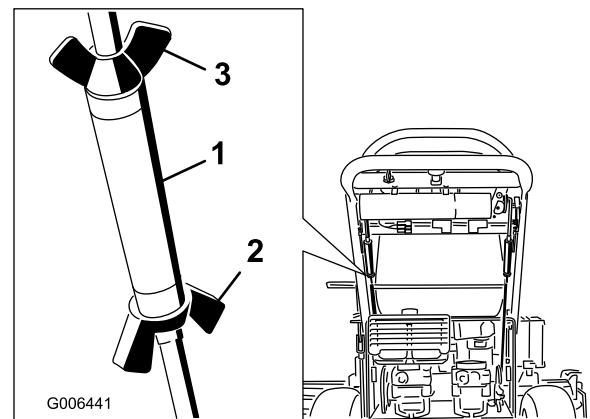

Bild 45
2. Lösen Sie die Flügelmutter an der rechten Steuerstange und drehen Sie die Spannschraube rein oder raus, um sicherzustellen, dass der Steuerhebel in der arretierten Neutral-Stellung zentriert ist. Befestigen Sie die Spannschraube mit der Flügelmutter (Bild 45).
3. Lösen Sie die Flügelmutter an der linken Steuerstange und drehen Sie die Spannschraube hinein oder heraus, um die Spurweite zu verstellen. Befestigen Sie die Spannschraube mit der Flügelmutter (Bild 45).